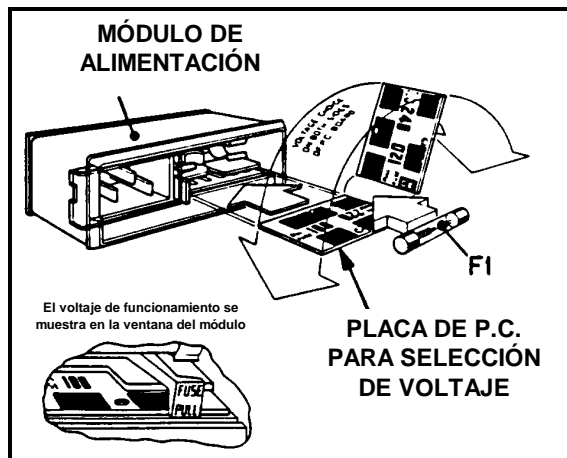

Figura 1. Detalle del módulo de línea
Puede accionar esta fuente de alimentación desde una fuente de alimentación monofásica de 100 V, 120 V, 220 V o 240 V nominales y 47 a 66 Hz. El rango de la tensión de entrada, la corriente de entrada máxima, la corriente de irrupción de línea alta (PK) y el fusible necesario para cada una de las entradas nominales figuran en la Tabla 5. Puede comprobar el valor de la tensión de línea de la fuente mediante el examen de la puerta del módulo de línea. Éste se encuentra situado en el panel posterior de la fuente de alimentación (véase la Figura 1).
El fusible de línea de ca está situado detrás de la puerta del módulo de línea (véase la Figura 1). Para acceder al fusible, quite el cable de alimentación y empuje la lengüeta del módulo de línea hacia la entrada del enchufe de ca. La especificación de corriente del fusible se basa en el valor de la tensión de línea de la fuente. En la Tabla 5 figuran los números de parte de Agilent Technologies correspondientes a los fusibles que deben utilizarse con cada tensión de línea.
Puede cambiar la fuente para que acepte entrada de ca de 100 V, 120 V, 220 V y 240 V mediante el ajuste de la tarjeta selectora de tensión situada dentro del módulo de línea (véase la Figura 1). Una vez que haya cambiado la tensión de línea, consulte la Tabla 5 y compruebe que el fusible ubicado dentro del módulo de línea es el que corresponde a esa tensión de línea. El procedimiento es el siguiente: